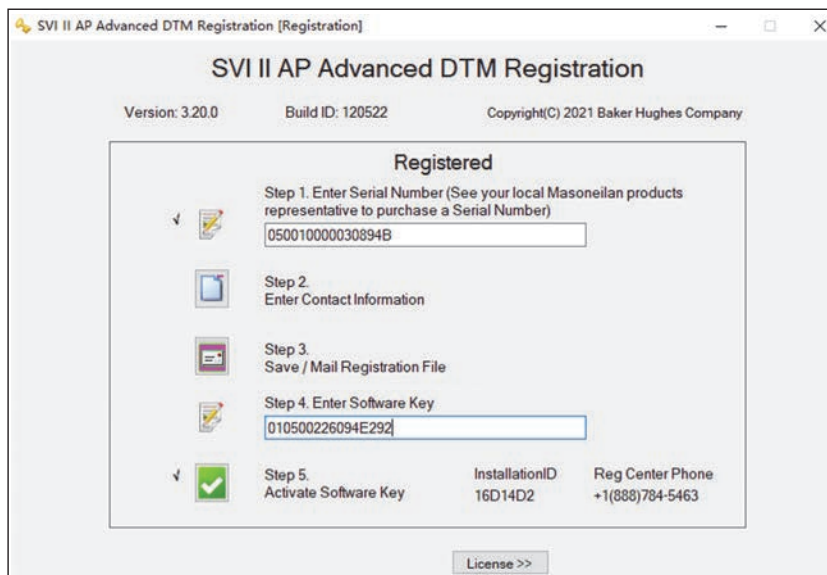

Рис. 11. Регистрация DTM - Зарегистрировано
2. Нажмите  и появится экран, представленный на Рис. 11.